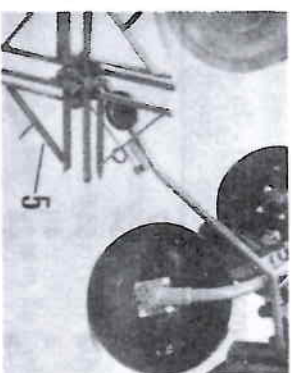

Abb. 138
Der Legebstand in der Reihe kann bei Verwendung von Takgebern - Abb. 138 - durch Ausziehen oder Einschleiben der Antriebssteile (5) verändert werden. Bei Legeteller siehe nächste Seite.